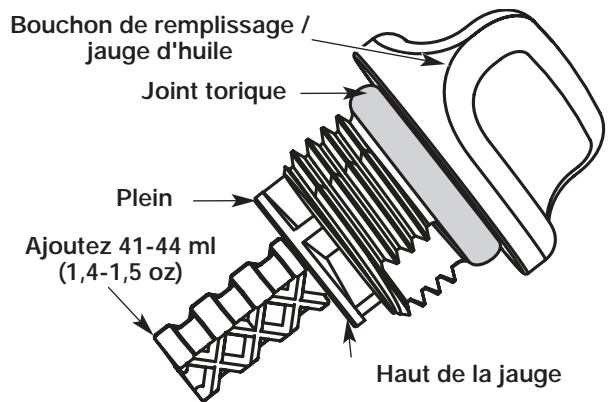

Figure 40
5. Retirez le bouchon de remplissage / jauge d'huile et vérifiez le niveau d'huile. L'huile devrait atteindre le haut de la jauge (Fig. 40).